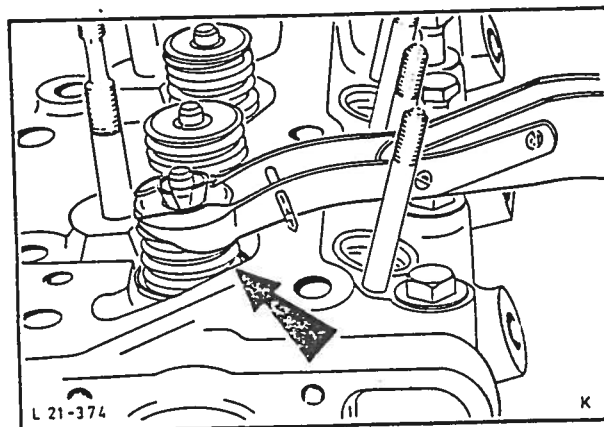

Fig. 125 Montering av ventillåser.
13. Monter ventilfjærene og tallerknene, press sammen ventilfjæren med fjærklemmen og monter ventillåsene, fig. 125.